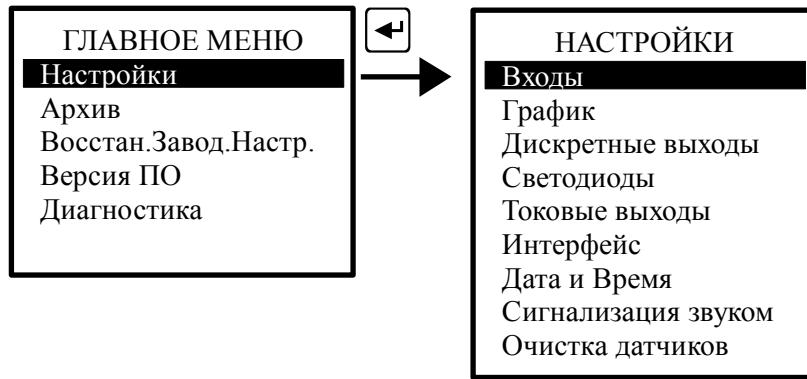

Рисунок 6 - Вход в меню «НАСТРОЙКИ»
8.3.3 Меню НАСТРОЙКИ (Рисунок 6).